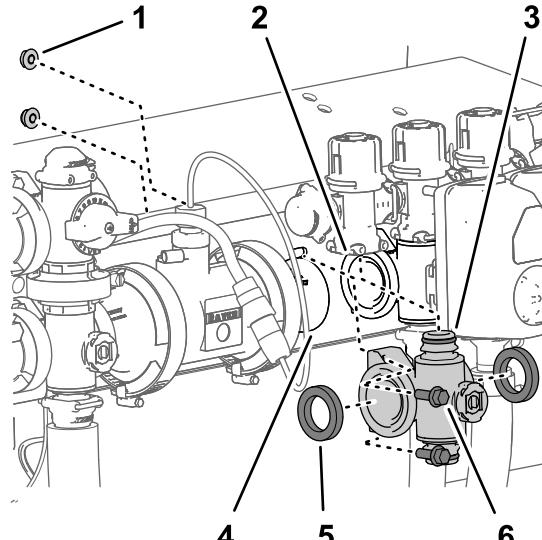

Bild 112
Bundkopfschrauben ( $\frac{1}{4}'' \times \frac{3}{4}''$ ) und die zwei Sicherungsbundmuttern ( $\frac{1}{4}''$ ), mit denen der Abschnittventilverteiler an der Ventilstütze befestigt ist (Bild 112).
5. Schieben Sie den Abschnittventilverteiler und die Dichtungen nach unten, um einen Abstand zum Abschnittssicherheitsventil zu erhalten; entfernen Sie sie dann von der Maschine (Bild 112).